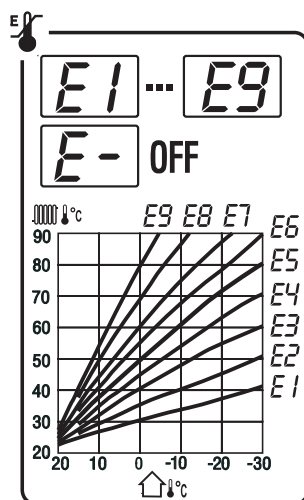

рис. 2
Нажмите кнопку **MODE** – на дисплее появится буква **Е** с параметром от (-) до (9). Выбор погодной характеристики производится с помощью кнопок **←** **→** Угол наклона возрастает с увеличением установленного числа ($E1 < E9$), см. рис. 2. Выключение режима регулирования в зависимости от погодных условий осуществляется выбором значения (**Е-**).